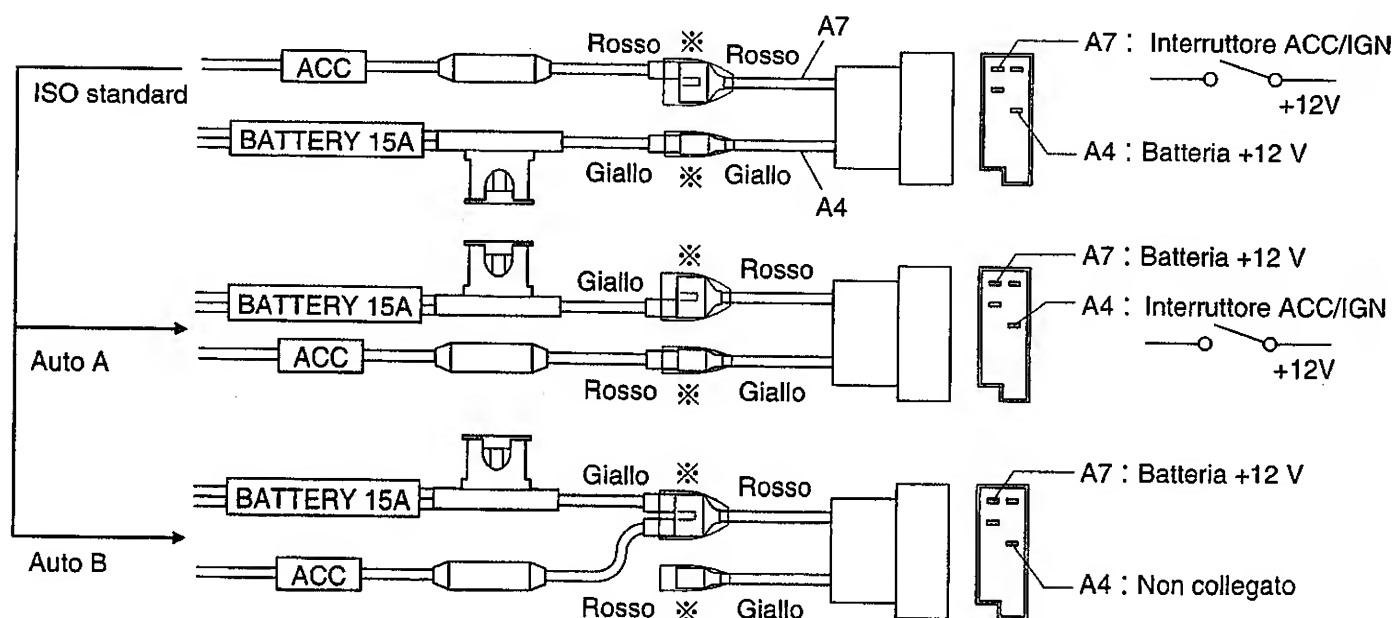

Fig. 1
- Controllare i dati per verificare che l'allineamento connettori ISO sul lato dell'auto sia uguale all'allineamento ISO standard (Tabella 1, Fig. 1).
- Nel caso dell'allineamento per auto A o B, cambiare il collegamento dei cavi rosso/giallo al blocco connettore di trasferimento (※) come mostrato nella Fig. 1.